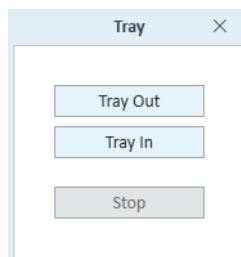

Figura 8. Finestra di dialogo del widget Tray
- 1 Fare clic sul widget Tray per visualizzare la finestra di dialogo del widget Tray (si veda la **Figura 8**).